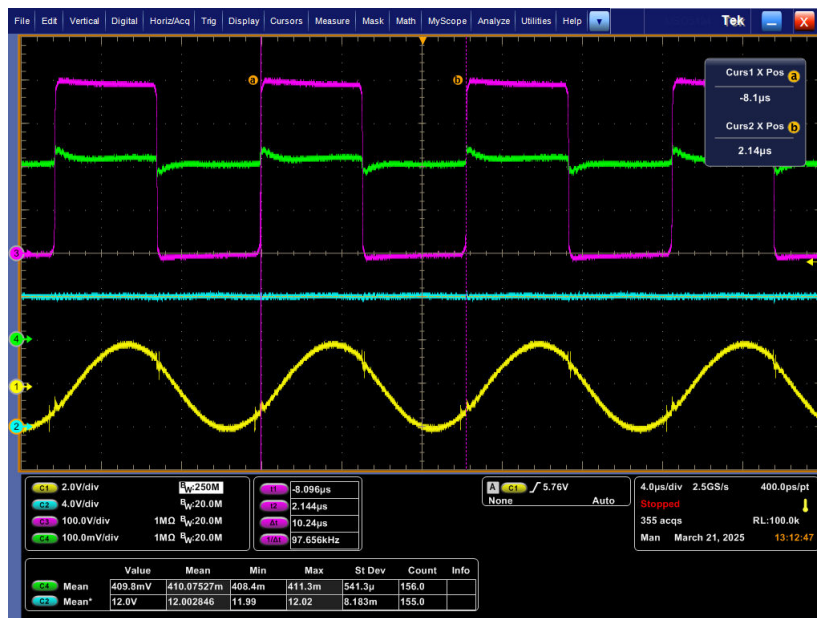

图 3-10. 15A 负载时的稳态波形 (Ch1= ISNS ; Ch2 = Vout ; Ch3 = SW ; Ch4 = I_OPT)
以下波形展示了 $10k\Omega$ 两端的电压 (I_{OPT})、谐振电流检测电阻两端的电压 (I_{SNS})、开关节点电压 (SW) 和输出电压 (V_{out})，在交流输入端施加 115V/60Hz，在直流输入端施加 390VDC。图 3-10、图 3-11 和图 3-12 分别展示了正常开关模式和高频突发模式以及低频突发模式期间的波形。